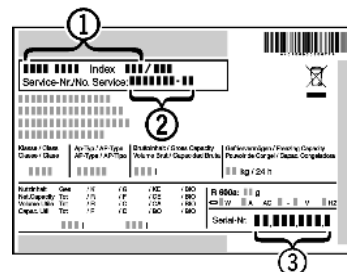

Fig. 15
- ▶ Apparaataanduiding Fig. 15 (1), service-nr. Fig. 15 (2) en serie-nr. Fig. 15 (3) van het typeplaatje aflezen. Het typeplaatje bevindt zich aan de linkerkant binnen in het apparaat.
- ▶ Contact opnemen met de Technische Dienst en het probleem, apparaataanduiding Fig. 15 (1), service-nr. Fig. 15 (2) en serie-nr. Fig. 15 (3) mededelen.